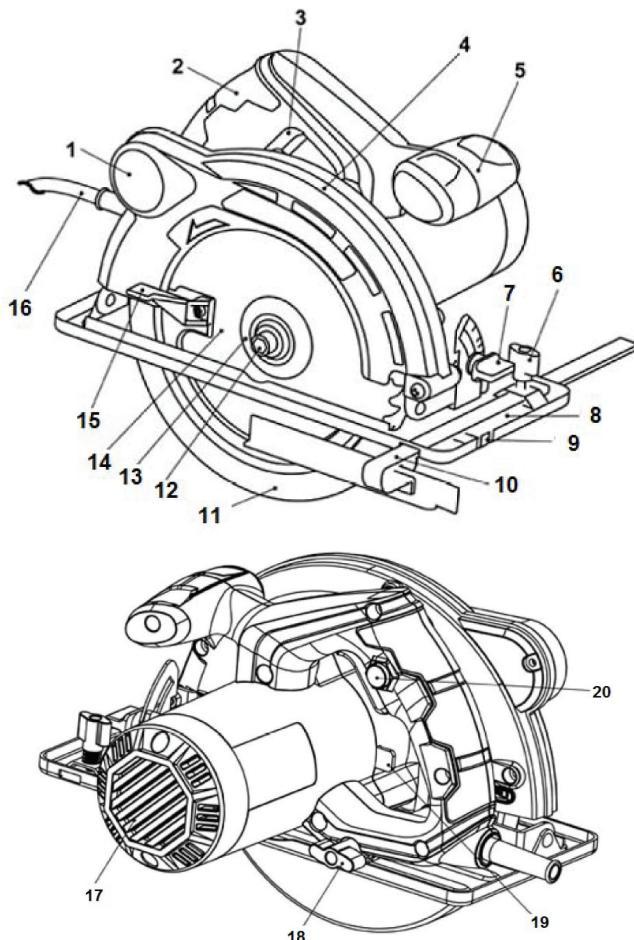
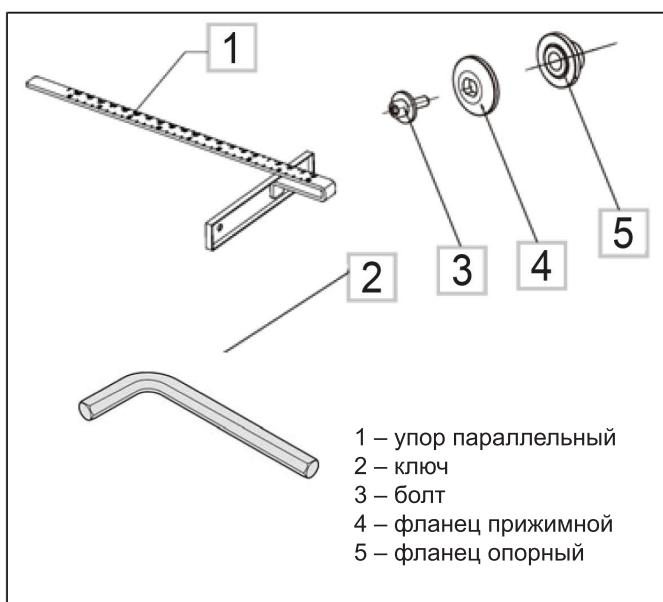

Рис. 1
Рис. 2
2. Зафиксируйте пильный диск с помощью рычага фиксации шпинделя (поз. 19, Рис. 1)
3. С помощью ключа (поз. 21, Рис. 2) открутить болт (поз. 12, Рис. 1)
4. Отвести подвижный защитный кожух диска (поз 11, Рис. 1) назад до упора и зафиксировать его
5. Снять прижимной фланец (поз. 13, Рис.1) и пильный диск (поз. 14, Рис. 1).
Ослабьте винт фиксации угла наклона диска (поз. 7, Рис. 1). Передвижением опорной платформы установите необходимый угол наклона диска, ориентируясь по градуированной шкале. После регулировки угла наклона диска зафиксируйте винт фиксации угла наклона диска.
Для регулировки параллельного упора (поз. 10, Рис. 1) ослабьте винт фиксации параллельного упора (поз. 6, Рис. 1) и отрегулируйте ширину распила, передвигая направляющую вправо или влево.
1. Установите пилу (опорную платформу) на пиломатериал и выровняйте положение пильного диска по отношению к линии пропила, пользуясь для этого прорезями для визирования (поз. 9, Рис. 1). Если пильный диск не наклонён, совмещайте линию пропила с прорезью «0» для визирования, при пилении под наклоном (45°) совмещайте линию пропила с прорезью «45» и для визирования.
2. Сначала включите циркулярную пилу. Для этого нажмите кнопку защитной блокировки выключателя (поз. 20, Рис. 1) и не отпуская нажмите на выключатель (поз. 3, Рис. 1). Дайте пиле набрать максимальные обороты, после чего начинайте обработку пиломатериала.
Для подключения пылесоса подсоедините шланг пылесоса к патрубку (поз. 1, Рис. 1).